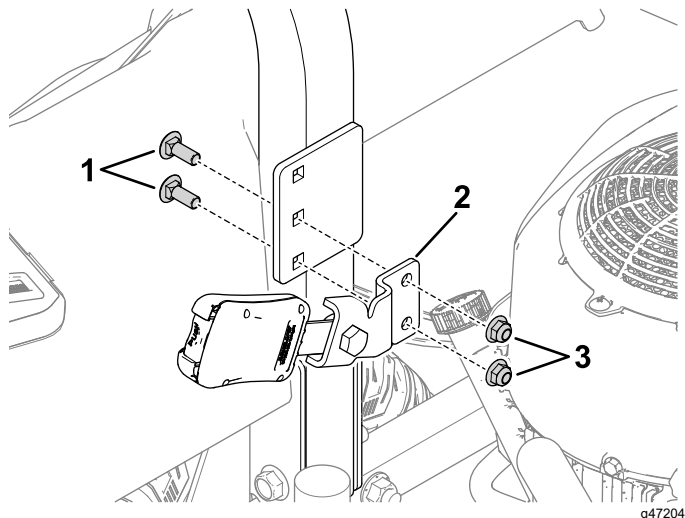

Bild 10
2. Befestigen Sie das Sicherheitsgurtschloss aus Schritt 1 mit zwei Schlossschrauben (3/8" x 1") und zwei Sicherungsmuttern (3/8") an der Innenseite der Halterung des Überrollbügels, wie in Bild 10 dargestellt. Wiederholen Sie den Vorgang auf der anderen Seite, um die Sicherheitsgurtzunge anzubringen.